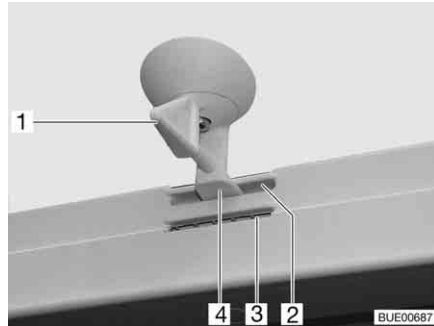
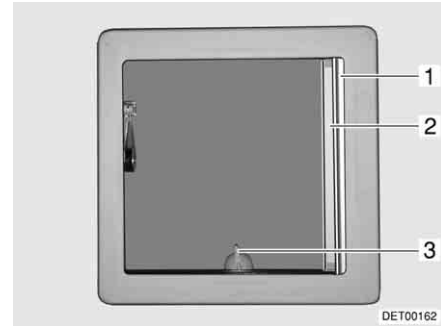

Fig. 40 Oblò inclinabile, bloccaggio
Fig. 41 Oblò inclinabile
- Ruotare la leva (Fig. 40,1 o Fig. 41,3) di un quarto di giro.
- Girare la leva di un quarto di giro. Il bloccaggio (Fig. 40,4) deve entrare nella feritoia inferiore (Fig. 40,3).
- Girare la leva di un quarto di giro. Il bloccaggio (Fig. 40,4) deve entrare nella feritoia superiore (Fig. 40,2).
- Tirare la tendina oscurante pieghevole (Fig. 41,1) fino alla posizione desiderata e rilasciare. La tendina oscurante pieghevole rimane in questa posizione.
- Estrarre la zanzariera a rullo (Fig. 41,2) fino a quando non scatta il bloccaggio dalla parte opposta.